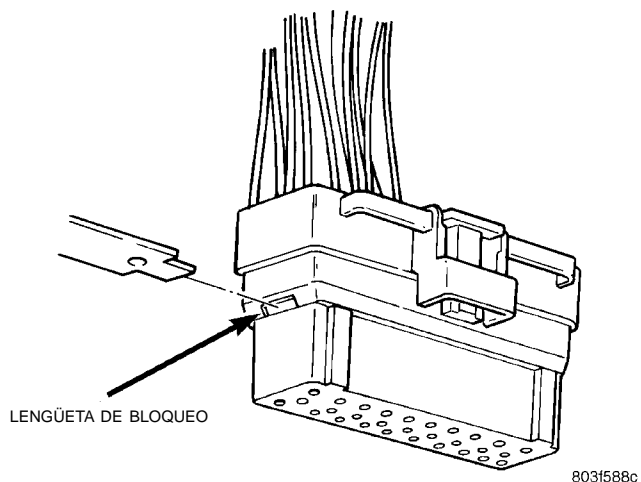

Fig. 16 Lengüeta de bloqueo
- (6) Repare o reemplace el terminal.
- (7) Instale el cable y el terminal en el conector. Encaje completamente el terminal en el conector.
- (8) Presione la lengüeta de bloqueo en el lateral del conector (Fig. 16).